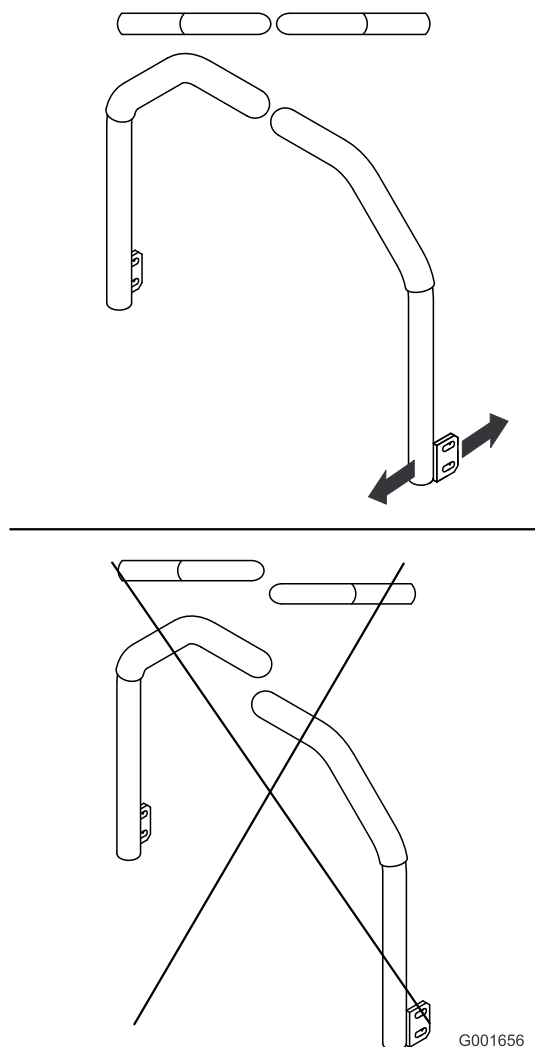

Figura 69
5. Regolate le leve di controllo in modo che siano allineate (Figura 69), e serrate i bulloni, fissando le leve alle colonne.